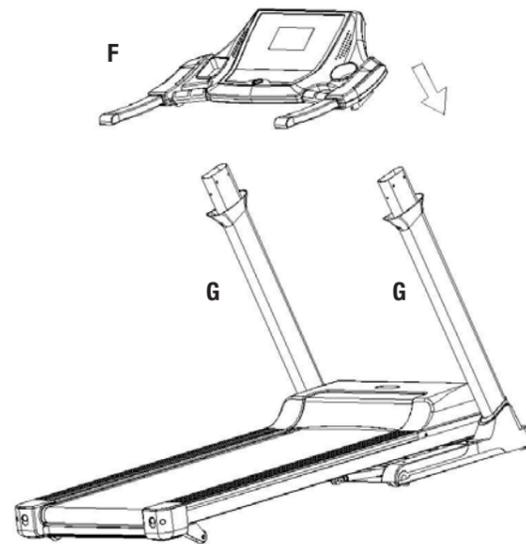
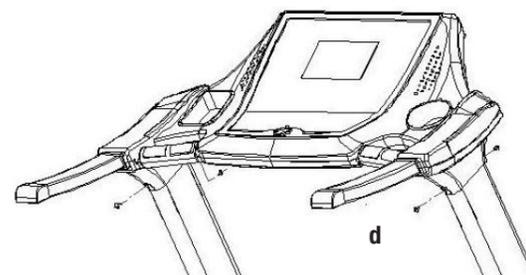

FIG. 7
FIG. 9
Montaggio consolle assemblata: (Fig. 7 - Fig. 9)
- Fissare il computer assemblato F (Fig. 7) sulle parti terminali dei corrimano (Fig. 7) nel modo illustrato.
- Prima del fissaggio della plancia computer F (Fig. 7), occorre collegare il connettore di alimentazione proveniente dal montante di destra. Il connettore è con verso di inserimento obbligato e non è possibile commettere errori.
- Posizionare le mascherine di copertura G (Fig. 7) alla sommità di ciascun montante e fissarle utilizzando per ciascuna due viti autofilettanti d (Fig. 9) [ST4x20].